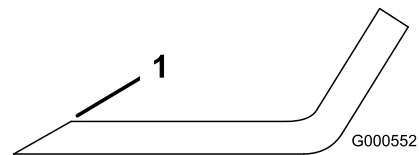

Figure 57
1. Au moyen d'une lime, aiguissez les tranchants aux deux extrémités de la lame (Figure 57).
Remarque: Si la lame est déséquilibrée, limez un peu l'extrémité de l'ailette seulement (Figure 57).